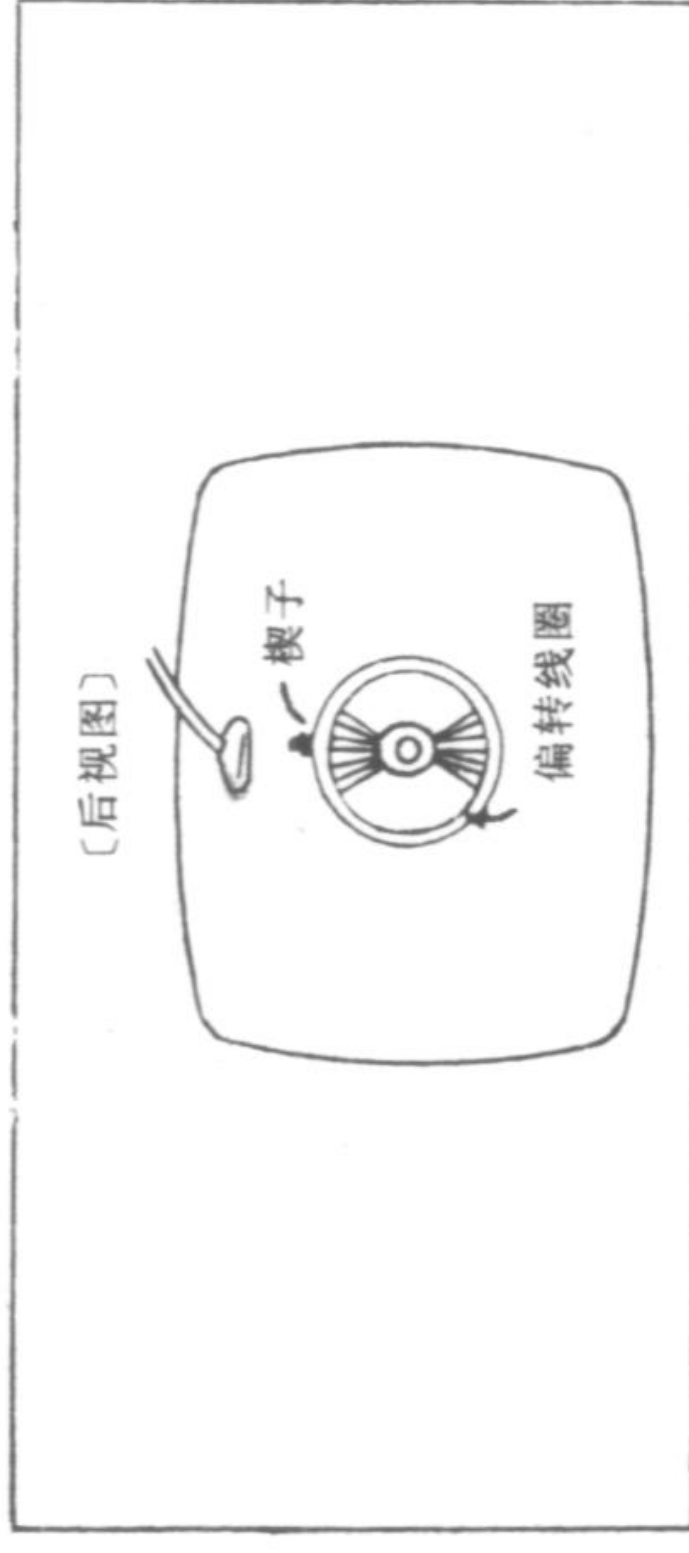

图 2-7
④ 同时旋转后面的一对凸耳,使紫色线条(红/蓝)和绿色线条间的间隔减至最小(见图2-7)。
⑤ 调节后面一对凸耳,使紫色线条和绿色线条会聚。
⑥ 在六个磁铁上涂漆。
⑦ 拿掉插在偏转线圈上的临时楔子。